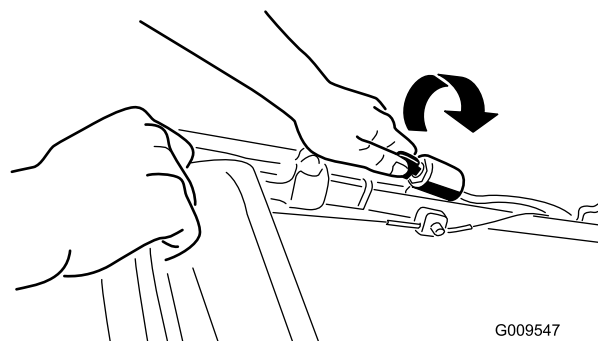
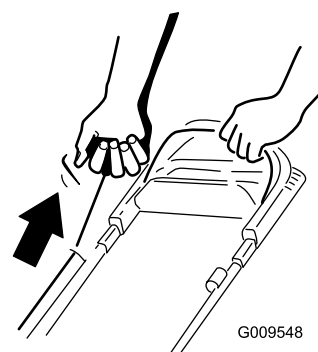

Figura 14
Figura 15
2. Girate la chiave di accensione (Figura 14) (solo modelli con avviamento elettrico) o tirate l'autoavvolgente (Figura 15).
Nota: Quando utilizzate l'autoavvolgente, tiratelo leggermente fino ad avvertire una certa resistenza, poi date uno strappo (Figura 15). Lasciate che il cordino si riavvolga nell'autoavvolgente lentamente.